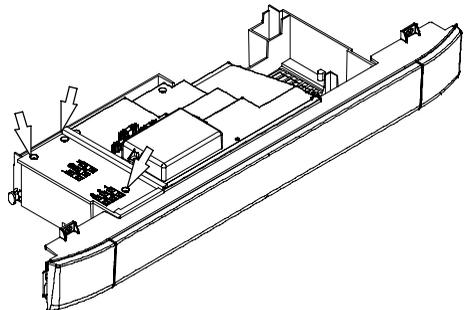

fig. 9.20
- 1 Svitare le viti e rimuovere il coperchio copri morsetteria fig. 9.20